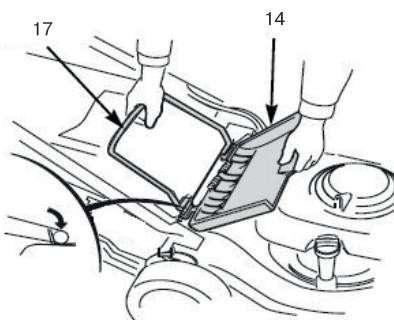

рис. 2
### Установка травосборника (Рис. 2)
1. Поднять крышку (14) и подвесить травосборник (17) на продольную ось при помощи двух крючков
2. Опустить крышку (14). Рис. 2